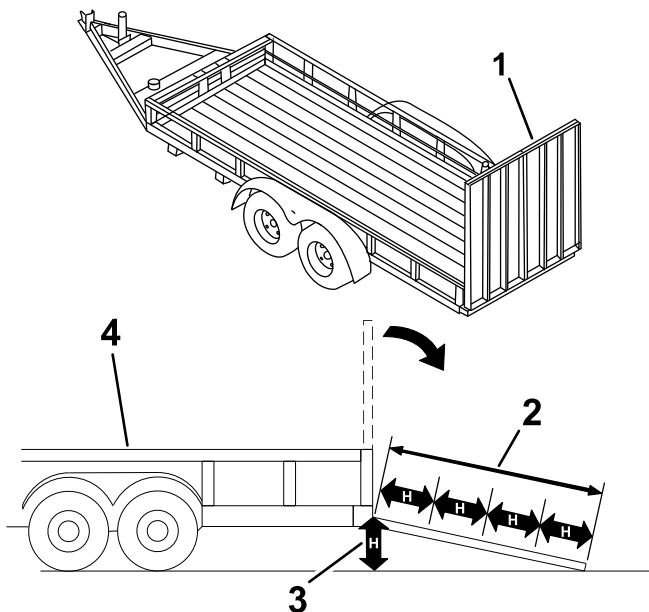

Figura 19
Il caricamento della macchina su un rimorchio o un autocarro aumenta la possibilità di ribaltamento e può causare gravi lesioni o la morte (Figura 19).
3. Abbassate la rampa (Figura 19)